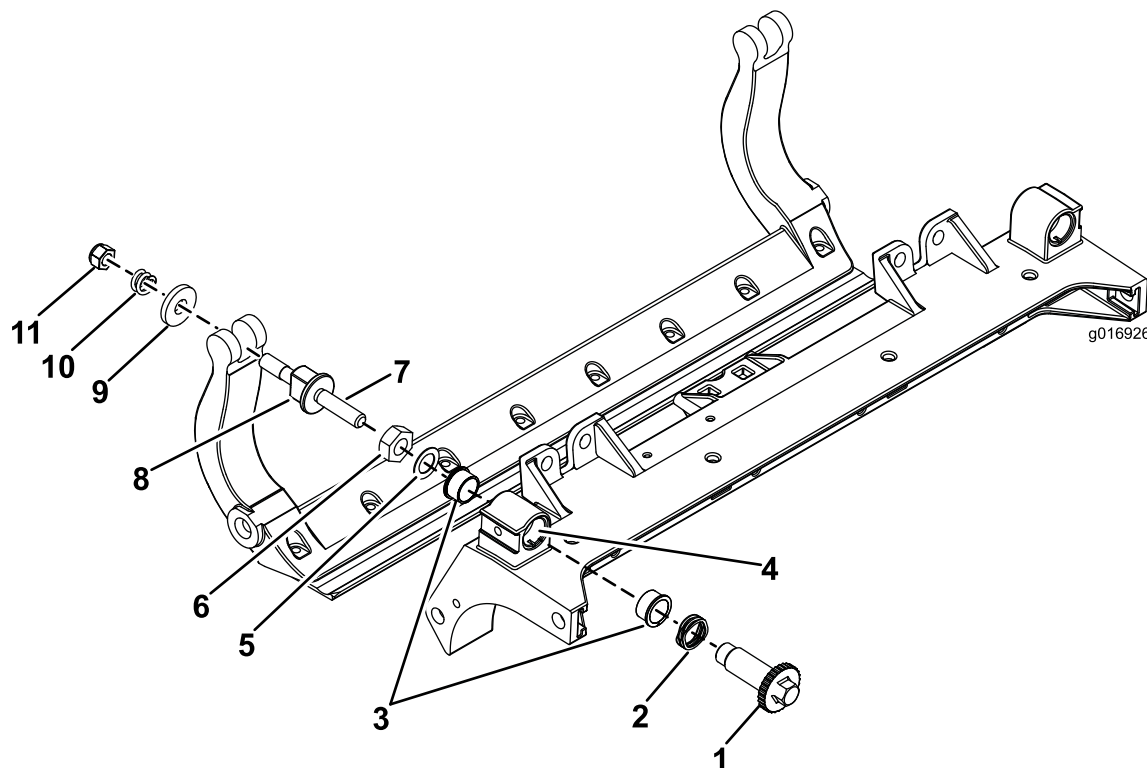

Figure 35
1. Enlevez toutes les pièces (voir les *Instructions d'installation* du kit DPA renforcé et la Figure 35).
2. Appliquez du produit antigrippage à l'intérieur du logement des bagues sur le cadre central de l'unité de coupe (Figure 35).
3. Alignez les clavettes des bagues à embase sur les fentes dans le cadre, et mettez les bagues en place (Figure 35).
4. Posez une rondelle ondulée sur l'axe de réglage et insérez l'axe dans les bagues à embase sur le cadre de l'unité de coupe (Figure 35).
5. Fixez l'axe de réglage avec une rondelle plate et un contre-écrou (Figure 35).
12. Placez une rondelle en acier à l'extérieur de chaque rondelle en nylon (Figure 35).
Remarque: Les rondelles peuvent présenter un espace à l'intérieur (Figure 35).